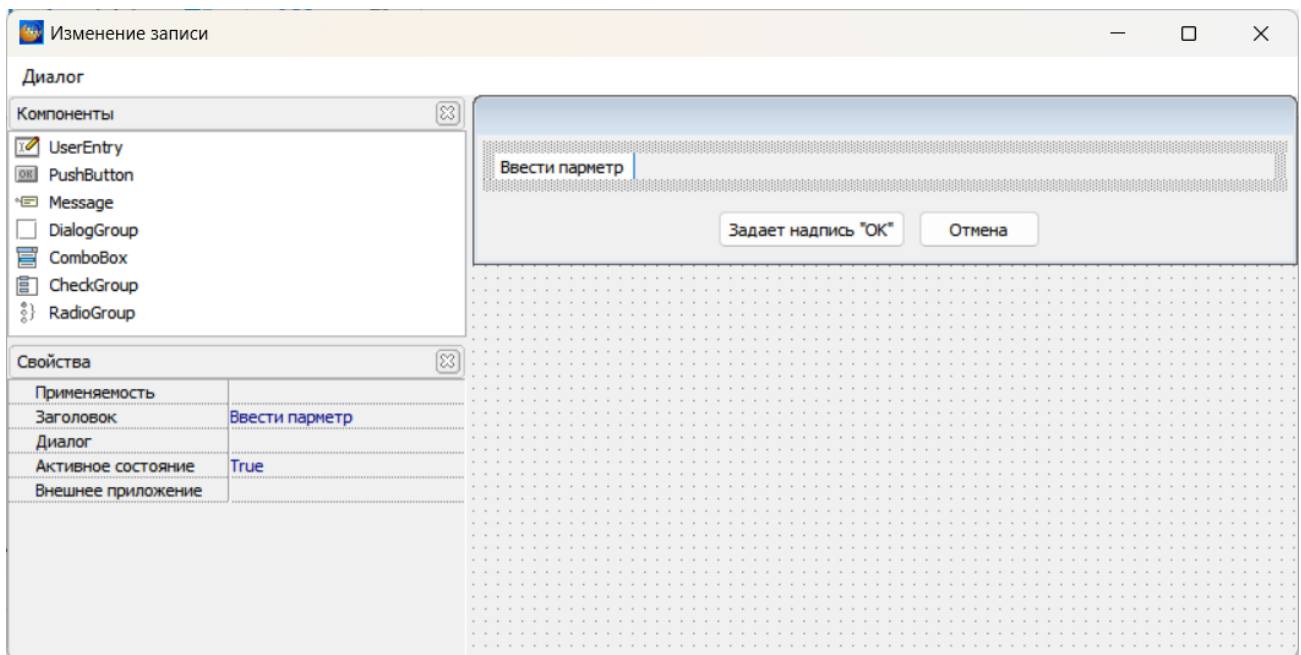

Рисунок 609
7) При необходимости, чтобы по нажатию на добавленную кнопку открывалось внешнее приложение, нажать на кнопку  в поле **Внешнее приложение** (рисунок 609).